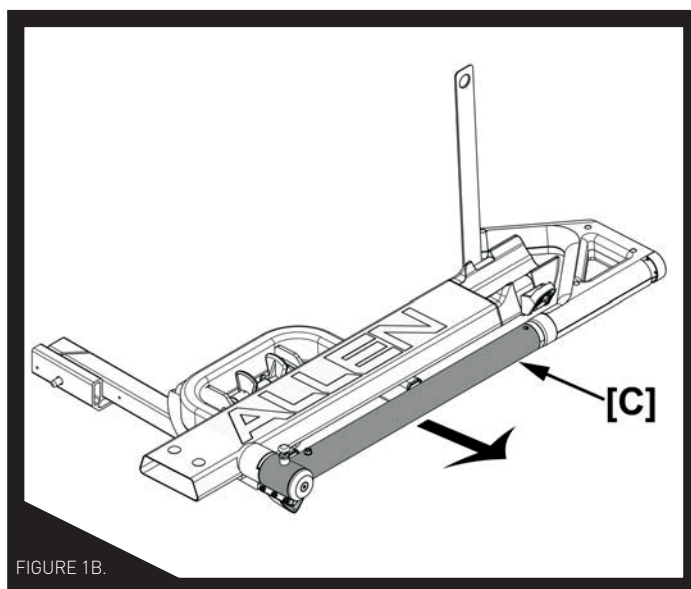

FIGURE 1B.
**IMPORTANT !** Comme le montre la figure 1B, le support de vélo doit être installé avec le bras de longeron [C] vers l'extrémité ouverte du support en U.